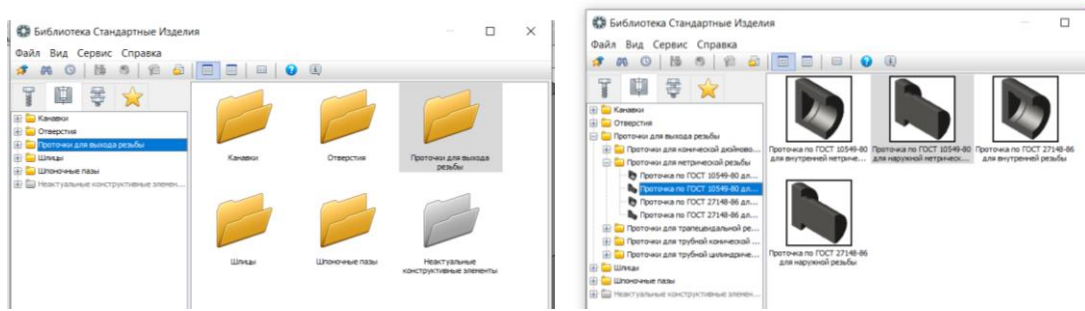

Рис. 12 Библиотека проточек для выхода резьбы
- **Приложения – Стандартные изделия - Вставить элемент – Конструктивные элементы – Проточки для выхода резьбы (рис. 12).**